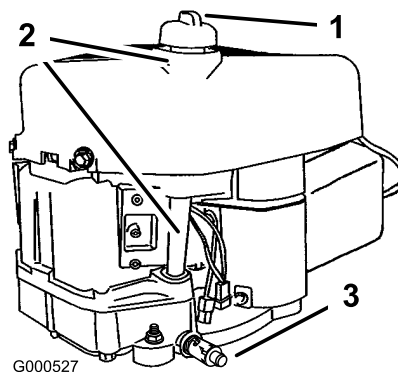

Figure 24
2. Nettoyez la surface autour de la jauge d'huile (Figure 24) pour éviter que des impuretés ne s'introduisent dans le goulot de remplissage, ce qui risquerait d'endommager le moteur.
10. Nettoyez la surface autour du bouchon de la jauge d'huile et dévissez le bouchon (Figure 24).
11. Versez avec précaution environ 80% de la quantité d'huile spécifiée dans le goulot de remplissage (Figure 24)